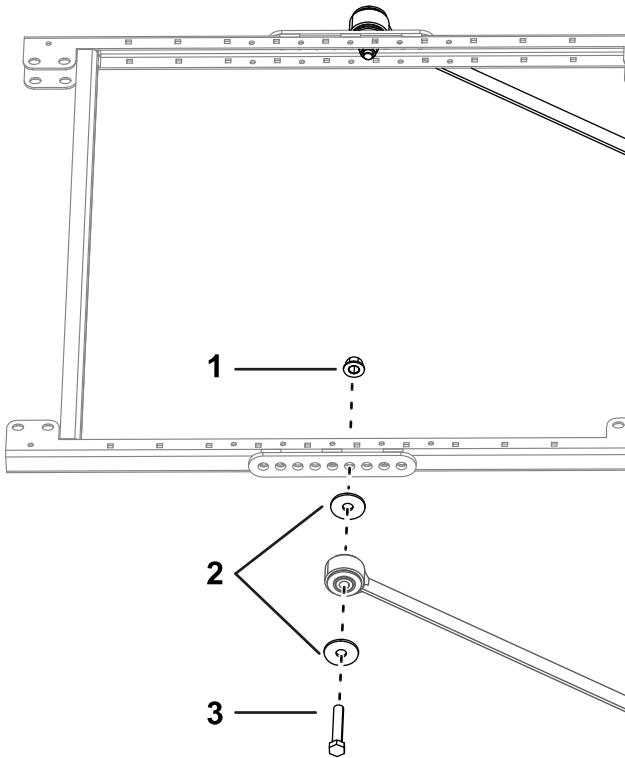

Figure 12
12. De chaque côté du cadre du pare-soleil, fixez légèrement une extension dans le quatrième trou du support du renfort à l'aide de 2 boulons (1/2" x 2 3/4"), 2 grandes rondelles et 2 écrous à embase (1/2"), comme montré à la Figure 12.